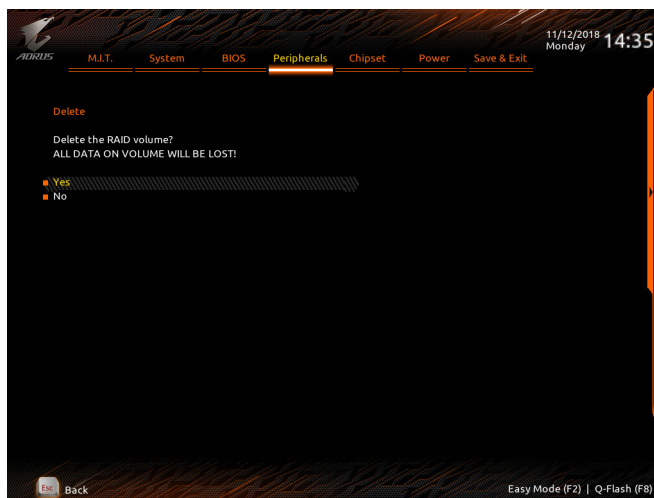

図 12
RAID アレイを削除するには、Intel(R) Rapid Storage Technology 画面において削除するボリューム上で <Enter> を押します。RAID VOLUME INFO 画面に入ったら、Delete で <Enter> を押して Delete 画面に入ります。Yes で <Enter> を押します (図 12)。